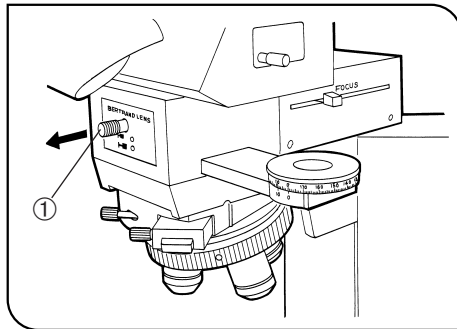

Fig. 25
2. Tirer la molette de la lentille de Bertrand ① vers la position OUT (○). (Fig. 25)
5. Pousser la molette de la lentille de Bertrand ① en position IN (●) pour une observation conoscopique.